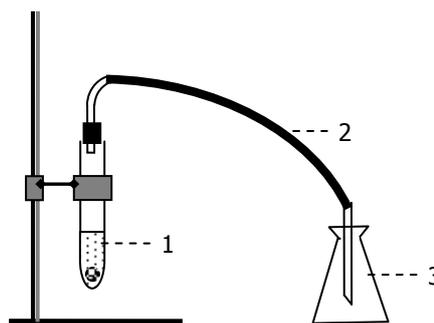

Рис. 16. Установка для получения оксида углерода(IV)
**А. Синтез и идентификация.** Собрать прибор (рис. 16). Положить в пробирку (1) 4 кусочка мрамора, смочить его несколькими каплями воды, затем добавить 1 мл конц. HCl, быстро закрыть пробирку пробкой с газоотводной трубкой (2) и к ее концу поднести влажную синюю лакмусовую бумажку. Что наблюдается и почему?